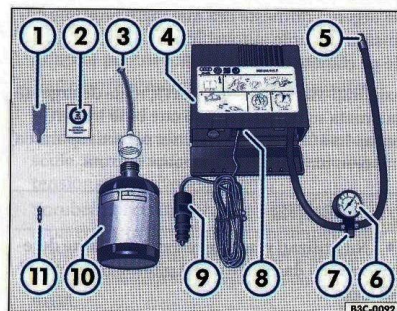

Fig. 26 Componentele setului.
Setul ⇒ fig. 26 conține, pe lângă un manual de utilizare separat, următoarele componente:
– Scoateți autocolantul ⇒ pagina 74, fig. 26" 2 din set și lipiți-l în câmpul vizual al conducătorului, pe tabloul de instrumente.
– Deșurubați ventilul cu ajutorul dispozitivului prevăzut pentru aceasta ⇒ pagina 74, fig. 26" 1 și așezați-l pe o suprafață curată.
– Agitați recipientul cu substanța de vulcanizare ⇒ pagina 74, fig. 26" 10 de câteva ori. ◀
- Închideți furtunul de presiune ⇒ pagina 74, fig. 26" ⑤ și citiți presiunea din pneu, pe indicatorul de presiune ⑥.